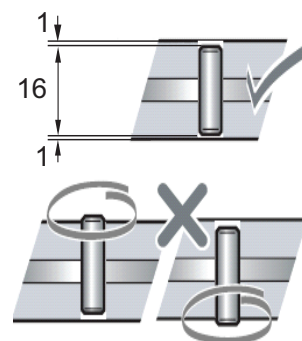

Figure 60 Remplacez les goupilles élastiques
- Remplacez les goupilles élastiques. Assurez-vous que les goupilles élastiques sont bien insérées dans la glissière et ne dépassent pas en haut ou en bas (Fig. 60).